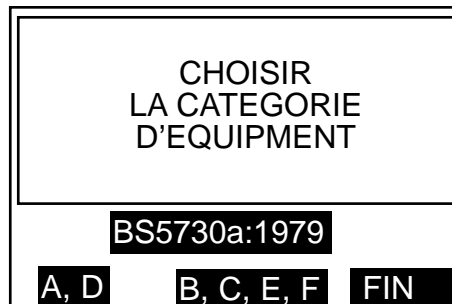

Figure 41. Ecran d'affichage de sélection de la catégorie d'équipement pour l'essai BS5730a.
2. Sur le menu principal, mettez en valeur puis sélectionnez l'option BS5730a. L'écran de la Figure 41 apparaît.